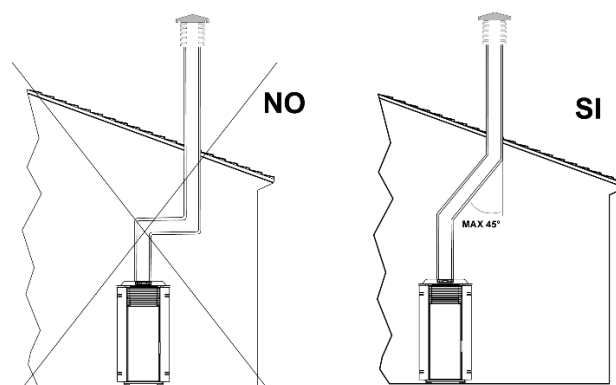

Fig.2
- La sezione interna deve essere uniforme, preferibilmente circolare: le sezioni quadrate o rettangolari devono avere spigoli arrotondati con raggio non inferiore a 20mm; rapporto massimo tra i lati di 1,5; pareti il più possibili lisce e senza restringimenti; le curve regolari e senza discontinuità, deviazioni dall'asse non superiori a 45° (*fig.2*).